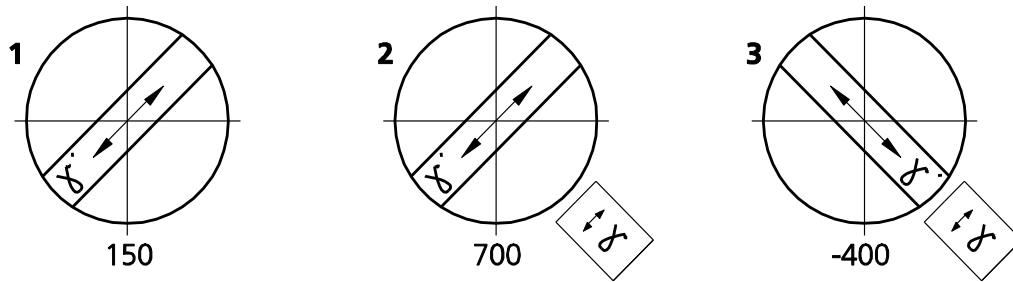
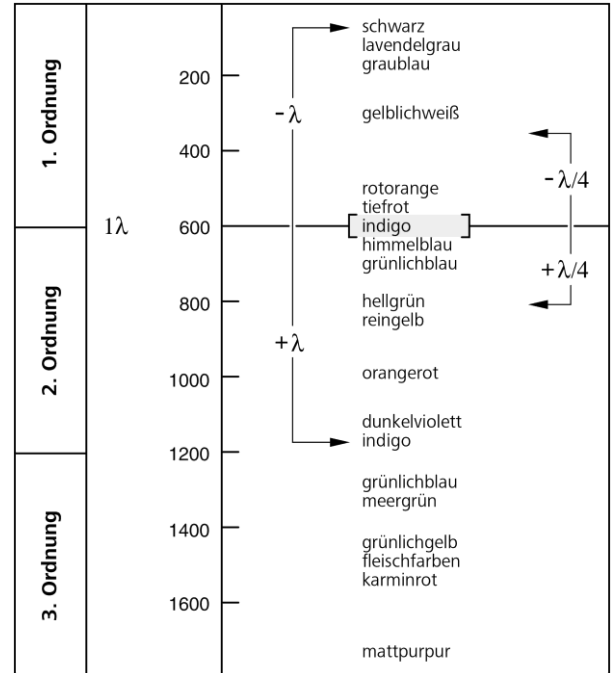

Abb. 4-8 Schwingungsrichtung n_γ am Beispiel einer Kunstfaser bestimmen
Abb. 4-9 Schematische Darstellung der Farbtafeln nach Michel-Lévy
- Tisch nun um ca. 45° weiterdrehen, so dass die Faserlängsachse in NO-SW-Richtung orientiert ist (Abb. 4-9). Das Präparat zeigt hier die größte Helligkeit (Diagonalstellung). In dieser Position kann das Präparat eine beliebige Farbe haben.
Der größte Gangunterschied ist gegeben, wenn die Schwingungsrichtung des Präparates mit dem absolut oder relativ größten Brechungsindex (n_γ oder $n_{\gamma'}$) parallel mit der größten Schwingungsrichtung des Lambda-Kompensators verläuft. Das Präparat erscheint dann z. B. in Grün-Blau (Abb. 4-8/2).
Der kleinste Gangunterschied ist gegeben, wenn die Schwingungsrichtung des Präparates mit dem absolut oder relativ kleinsten Brechungsindex (n_α oder $n_{\alpha'}$) senkrecht zu der Schwingungsrichtung des Lambda-Kompensators verläuft. Das Präparat erscheint dann z. B. in Gelb (Abb. 4-8/3).
Die im obigen Beispiel (Abb.4-8/1) zunächst in Hellstellung auftretende Farbe Grau-Weiß entspricht gemäß der Michel-Lévy-Farbtafel (Abb.4-9) einem Gangunterschied von 150 nm.